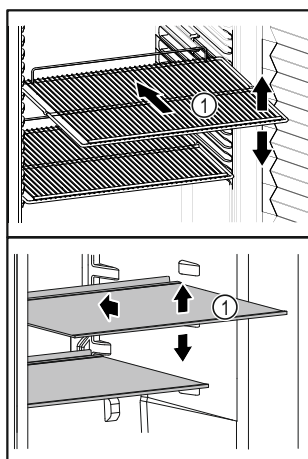

Fig. 53 Voorbeeld
- ❑ Als draagplateaus Fig. 53 (1) verstelbaar zijn, kunnen deze in de hoogte worden aangepast.